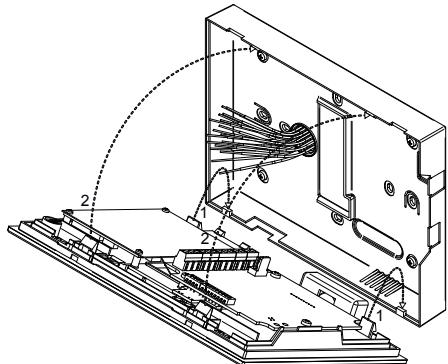

Fig. 7
- Effettuare le connessioni con l'ausilio di un giravite piatto e le configurazioni dei dip-switches come da schema di collegamento fornito a corredo o come da foglio di istruzioni quindi fissare la parte frontale del videocitofono al coperchio posteriore come mostrato in **Fig. 7**: agganciare prima la parte inferiore quindi la parte superiore fino allo scatto di aggancio;